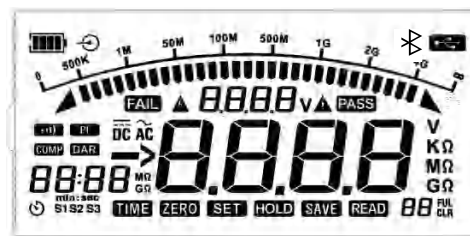
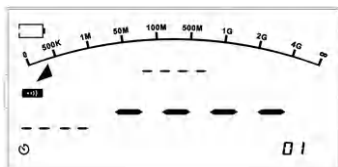
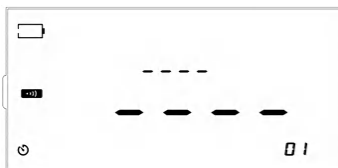

图11.1 LCD全显图
图11.2 绝缘电阻禁止测量界面
图11.3 低阻禁止测量界面
- 掀开仪表保护盖后，刀盘旋转除“OFF”档外的其它档位，LCD全显（如图11.1）及背光亮起，约1s后进入此时刀盘所选择的模式，约5s后背光自动熄灭。检查设备开机功能是否正常及LCD屏是否缺画等异常情况，若设备出现故障，请及时做好排查问题工作和咨询技术支持。
- 当LCD显示屏左上角的电量图标显示空格时，空格图标开始闪烁提醒，说明电池电量基本耗尽，需及时充电或更换电池；电池空档时，不允许绝缘电阻测量（如图11.2）和低阻测量（如图11.3）。
本产品内置可充电锂电池组（11.1V/2600mAh）。请使用产品标配的专用锂电池充电器（12.6V/0.8A）进行充电（图11.1所示）；亦可以把锂电池取出，单独使用转接充电座 UT-W13（选配）进行充电（图11.2所示）。